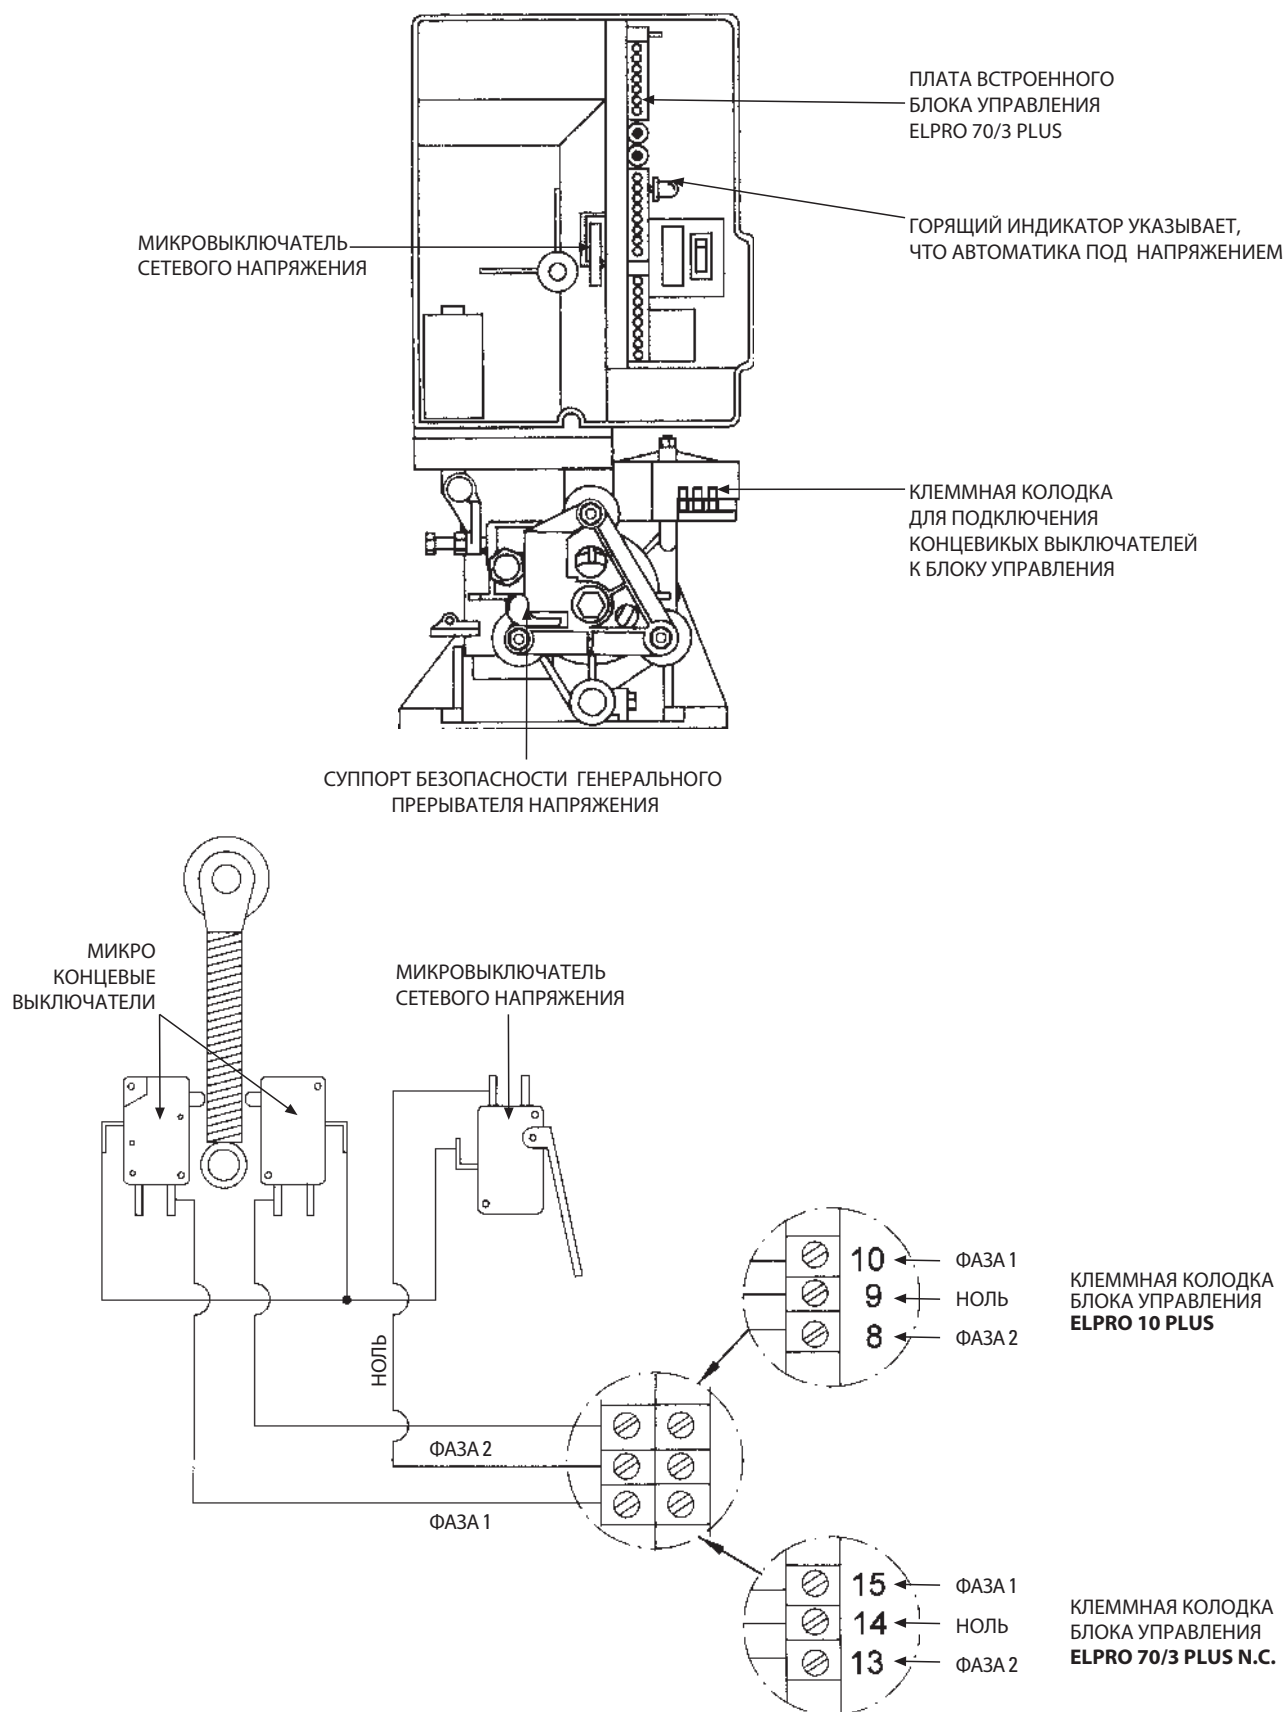

РИС.9
- В случае установки **трёхфазного** привода, подсоедините **последовательно** прерыватель напряжения и **нулевой провод концевого выключателя** (Рис. 9). Питание прерывается каждый раз, когда вставится ключ разблокировки или снимается защитная крышка.